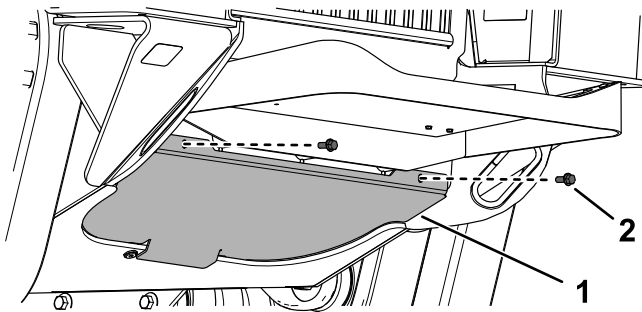

Figura 44
1. Retire los 2 pernos que sujetan la placa inferior (Figura 44).